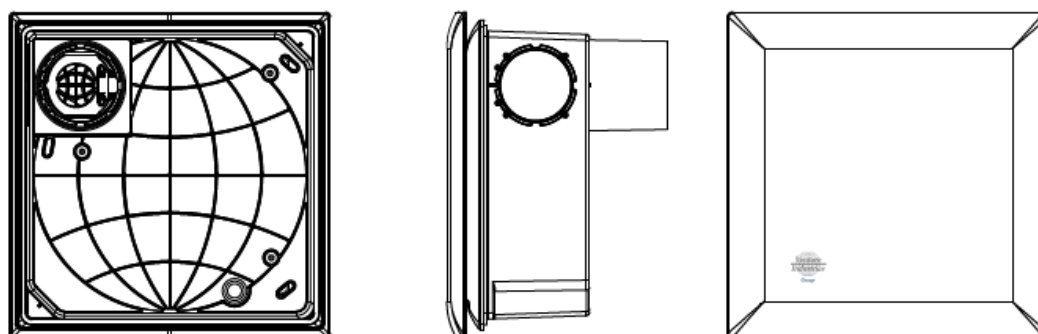

Rys. 4.3: Otwory montażowe i przepust kablowy
- W obudowie przewidziano trzy otwory montażowe do przykręcenia do ściany, z których można skorzystać przy montażu (rys. 4.3).
- W obudowie przewidziano jeden przepust do wprowadzenia zasilania elektrycznego (rys. 4.3).
- Wentylator należy zainstalować zgodnie z rys. 4.3 wykorzystując wszystkie przewidziane otwory montażowe.